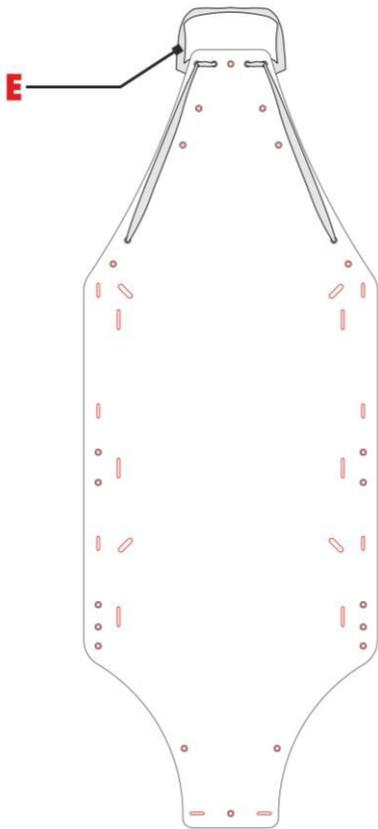

Рис. 9
- a) вставьте лямку (E) в отверстия A4 опорной поверхности (рис. 9).
- b) вставьте ленту (B1 и B2) в прорези A1 опорной поверхности (рис. 9),